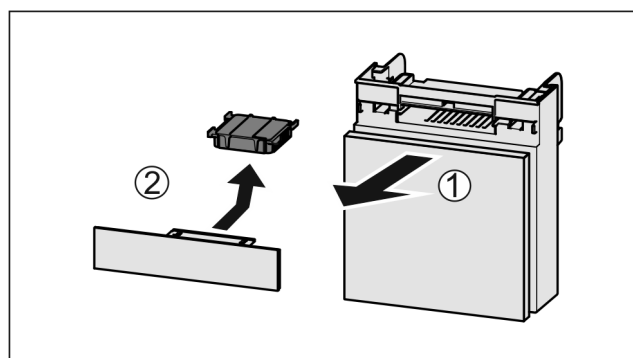

Fig. 98
- ▶ Extrageți Fig. 98 (1) compartimentul către înainte.
- ▶ Scoateți Fig. 98 (2) filtrul de cărbune activ.